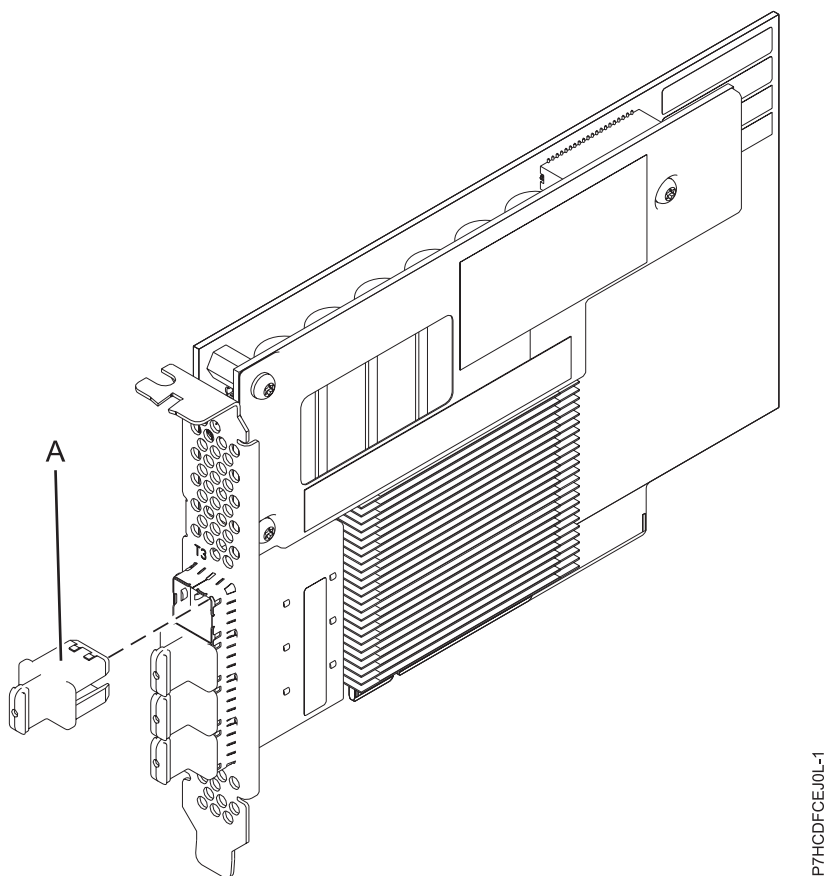

Figura 26. Adaptador PCIe3 12 GB Cache RAID SAS 6 Gb
Figura 26 mostra o adaptador PCIe3 12 GB Cache RAID SAS 6 Gb de porta quádrupla. O plugue do conector (A) está instalado em uma porta vazia e evita danos a essa porta sempre que um cabo para os conectores de porta adjacente é plugado ou removido.
O FC EJ0L é um adaptador single wide, full-height e curto. Figura 26 na página 80 mostra o adaptador FC EJ0L. Cada FC EJ0L requer mais FC EJ0L nesse servidor, ou em outro servidor, que os pares com o adaptador SAS RAID e permite a funcionalidade de cache e outras funções de alta disponibilidade dos inicializadores múltiplos (IOA de armazenamento duplo).